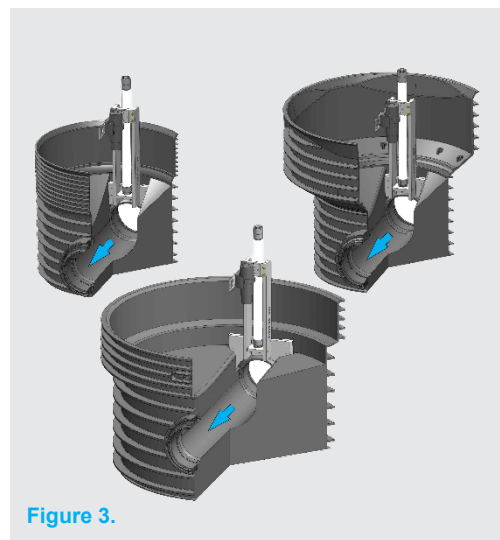

Figures 1.
2. Vissez (écrous, boulons) le support métallique (fourni par le fabricant de la sonde/capteur) sur le support, Figures 1.